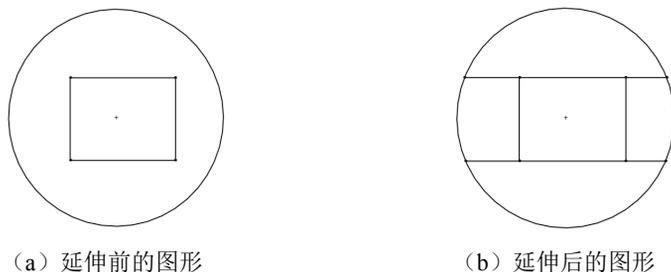

图 2-57 草图延伸的过程
下面以如图 2-57 所示为例说明草图延伸的过程，图 2-57 (a) 为延伸前的图形，图 2-57 (b) 为延伸后的图形，操作步骤如下。
(1) 打开随书电子资料中的源文件“草图延伸”，在草图编辑状态下，选择菜单栏中的“工具”→“草图工具”→“延伸”命令，或者单击“草图”选项卡中的“延伸实体”按钮, 此时光标变为形状，进入草图延伸状态。
(2) 单击如图 2-57 (a) 所示的直线。
(3) 按 Esc 键，退出延伸实体状态，延伸后的图形如图 2-57 (b) 所示。